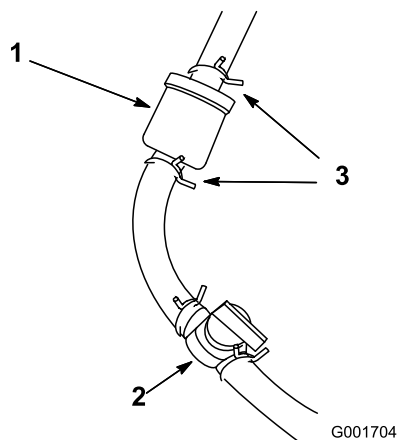

Figura 37
6. Instale el tubo de combustible en el filtro de combustible. Acerque la abrazadera al filtro de combustible para fijar el tubo de combustible (Figura 37).
3. Cierre la válvula de cierre de combustible (Figura 37).
4. Afloje la abrazadera que está cerca del filtro de combustible y deslícela por el tubo, alejándola del filtro (Figura 37).
5. Retire el tubo de combustible del filtro (Figura 37). Abra la válvula de cierre del combustible y deje que la gasolina se drene en un recipiente.